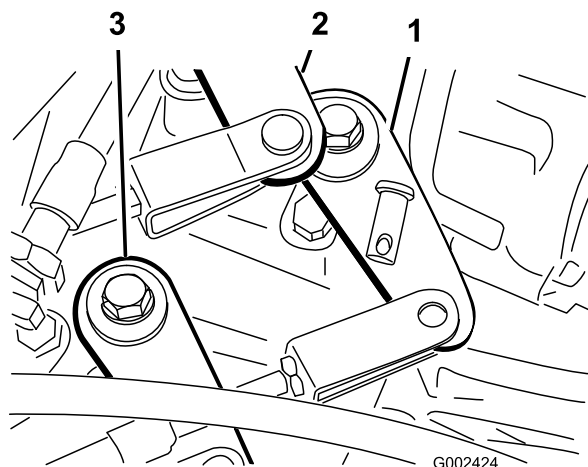

Figure 56
2. Enlevez les axes de chape qui fixent les câbles aux bras de sélection de la boîte-pont (Figure 56).